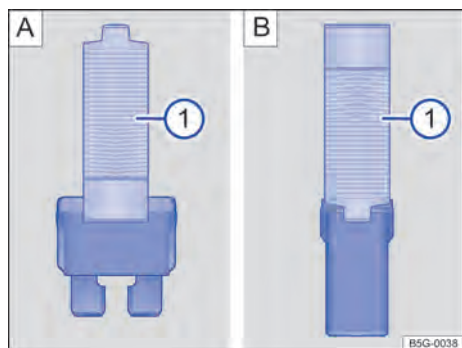

Fig. 162 Retirar o colocar el fusible con la pinza de plástico: A) fusible plano, B) fusible de bloqueo.
- Si es necesario, sacar el útil de agarre de plástico → fig. 162 ⓘ de la cubierta de la caja de fusibles.
- De acuerdo con la versión del fusible, colocar las pinzas de toma adecuadas del alicate plástico → fig. 162 A) ⓘ o → fig. 162 B) ⓘ lateralmente en el fusible.